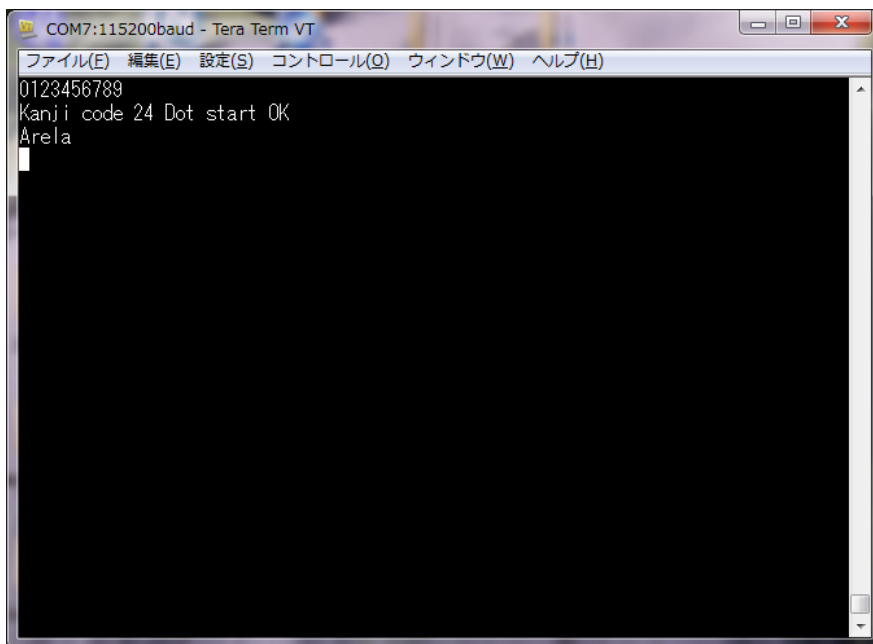

图 5-2
(5) 如图 5-2 所示输入字符”Arela”后，按下回车键发送字符。